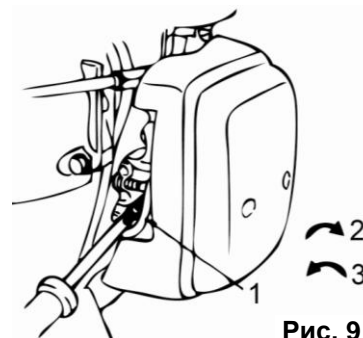

Рис. 9
- Винт (1)(См. Рис.9) регулирует скорость вращения двигателя на холостом ходу. Если вы повернете винт направо, обороты возрастут, если налево - уменьшатся. Если на холостом ходу режущий диск вращается, то обороты следует снизить.
- Винт регулировки холостого хода (1)(См. Рис.9): 1 - быстрее; 2 - медленнее.